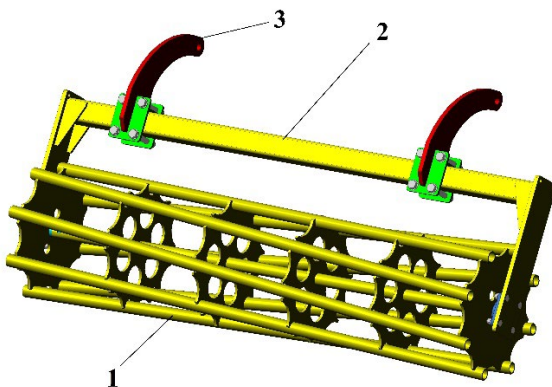

Рисунок 4 – Каток
3.8 Каток (рисунок 4) позволяет регулировать глубину обработки почвы, обеспечивать копирование рельефа, состоит из катка 1, балки 2 и кронштейна 3, служащего для соединения катка с рамой.